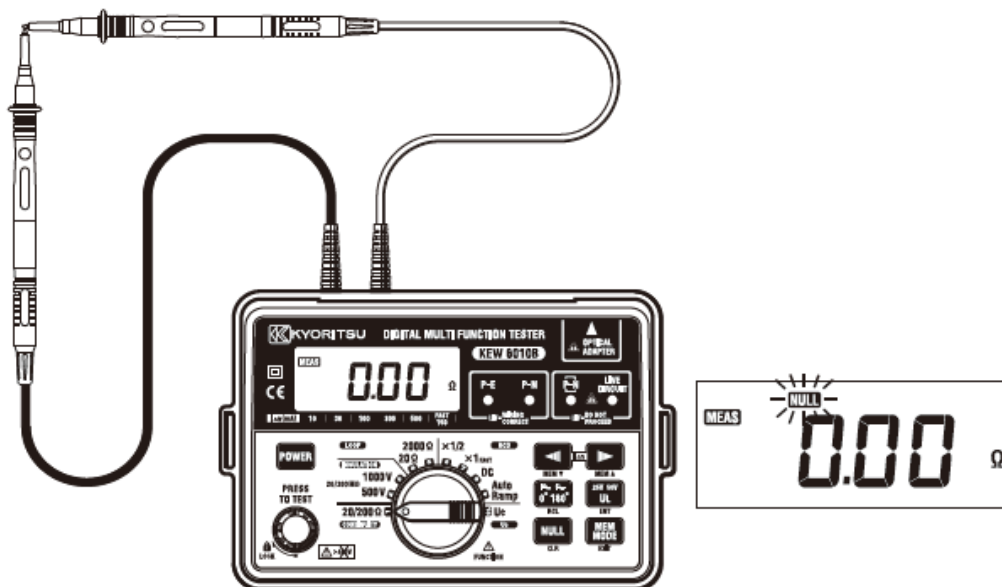

Fig. 2
2. Conecte los extremos de los cables de prueba firmemente juntos (Véase la Fig. 2) y presione y bloquee el pulsador de Prueba. Se mostrará el valor de la resistencia del cable.